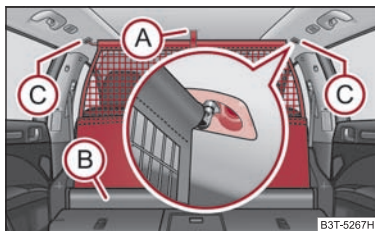

Fig. 28 Estrazione della rete di separazione
- Afferrare la linguetta **(A)** ⇒ fig. 28 ed estrarre la rete dall'alloggiamento **(B)**.
- Tirare leggermente indietro la barra trasversale prima su un lato e poi dall'altro ed estrarla dagli alloggiamenti **(C)** ⇒ fig. 28.